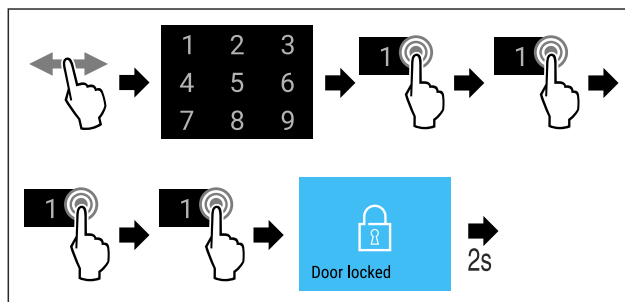

Fig. 74 Lukitse ovi ovikoodilla 1 1 1 1.
- Suorita toimenpidevaiheet (katso Fig. 74).